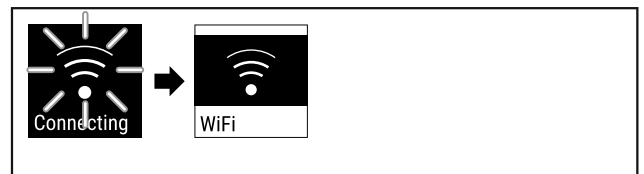

Fig. 85
- ▶ З'єднання створюється (див. Fig. 85) .